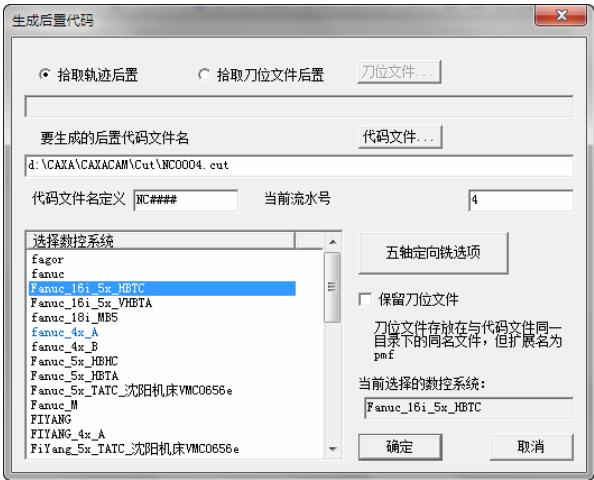

图 8-291 “生成后置代码”对话框
3) 选择下拉菜单“加工”→“后置处理 2”→“生成 G 代码”命令,系统自动弹出“生成后置代码”对话框,选取“拾取轨迹后置”,并选择如图 8-291 所示数控加工系统。